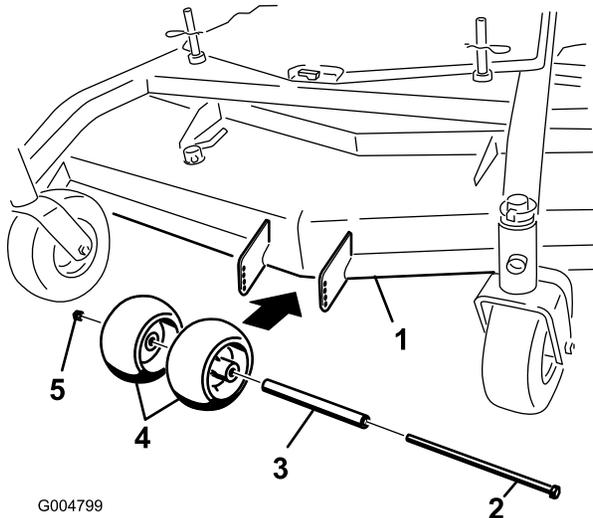
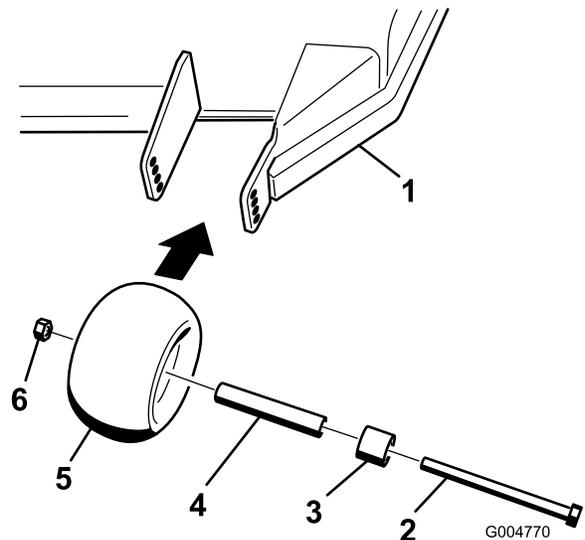
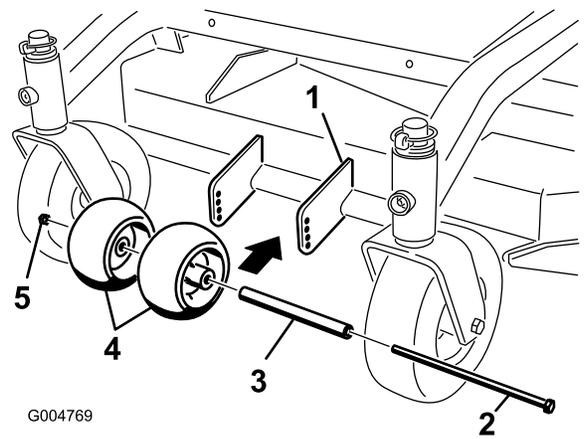

Figura 15
Figura 16
Figura 17
1. Después de ajustar la altura de corte, compruebe que hay una separación mínima de 10 mm (3/8 pulg.) entre los rodillos protectores del césped y el suelo (Figura 15, Figura 16, Figura 17).
2. Si es necesario realizar ajustes, retire el perno, las arandelas y la tuerca (Figura 15, Figura 16, Figura 17).
3. Seleccione un taladro para que los rodillos tengan una separación mínima del suelo de 10 mm (3/8 pulgada) (Figura 15, Figura 16, Figura 17).
4. Instale el perno y la tuerca (Figura 15, Figura 16, Figura 17).